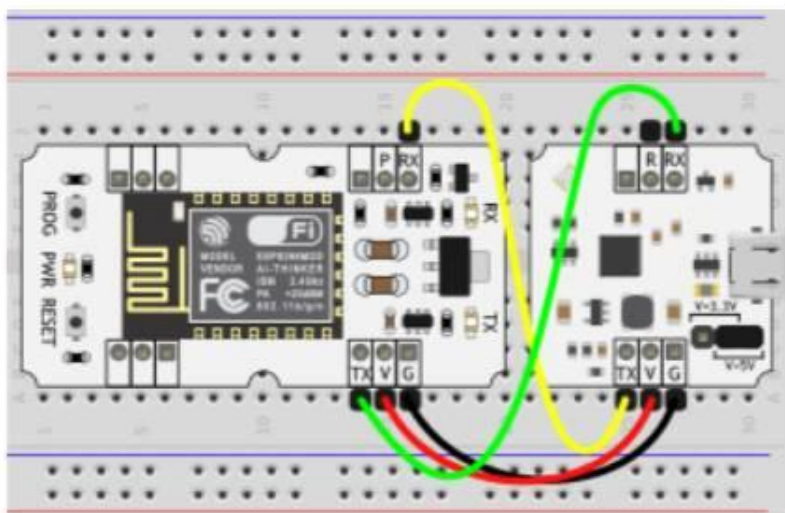

Рисунок 12. Схема подключенная Тройка WiFi через USB-UART преобразователь
- через USB-UART преобразователь (рисунок 12)